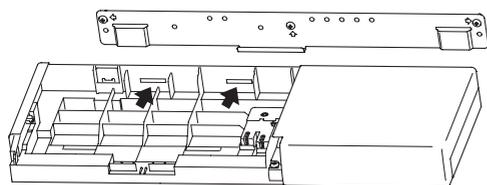

Fig. 12
10) Прикрепите 2 крючка на задней стороне блока Plasma Quad Connect ① к монтажной пластине ②. (Fig. 12)
11) Закрепите блок Plasma Quad Connect ① на стене с помощью 2 винтов ③. (Fig. 12)